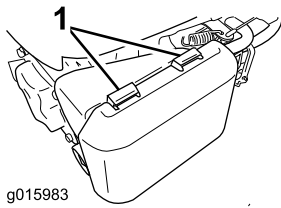

Figure 26
1. Appuyez sur les languettes de verrouillage en haut du couvercle du filtre à air (Figure 26).